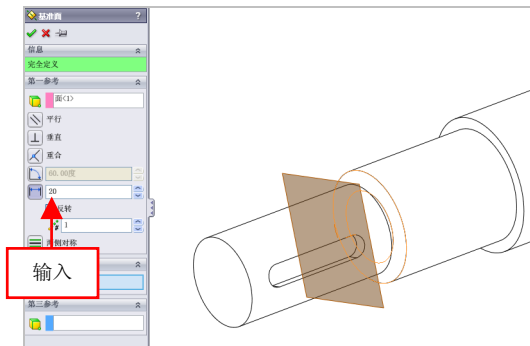

图 4-11 输入参数值
(2) 在【特征】选项卡中，单击【参考几何体】右侧的下拉按钮，在弹出的下拉列表中，单击【基准面】按钮，弹出【基准面】属性管理器，在绘图区中选择合适的圆柱面，在【偏移距离】右侧的数值框中，输入 20，如图 4-11 所示。